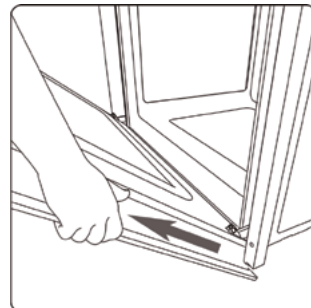

Abb. 11
- ➔ Ziehen Sie die Tür nach oben und heraus und entfernen Sie sie von den Ofenbefestigungen. Siehe Abbildung 11.